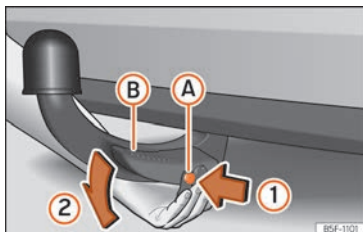

Abb. 178 Anhängerkupplung ausbauen
- Drücken Sie den Entriegelungsbolzen (A) in Pfeilrichtung (1) und gleichzeitig den Hebel (B) in Pfeilrichtung (2) bis zum Anschlag » Abb. 178.